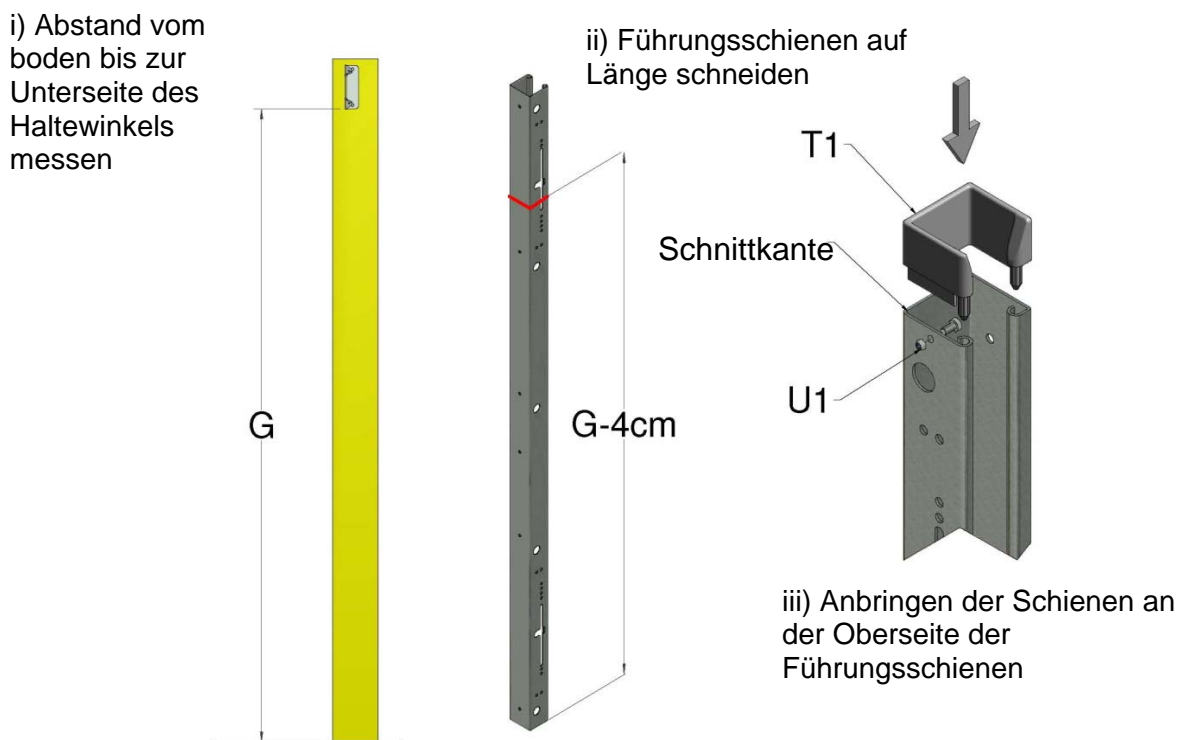

Abb. 7, Führungsschienen nach Längen schneiden
6. Schneiden Sie die beiden Führungsschienen (I1) gleichermaßen so zu, dass der Spalt zwischen der Unterseite der oberen Halterungen und dem Boden geschlossen wird. Lassen Sie dabei 4 cm Platz für die Schiene (T1). Achten Sie darauf, dass das nicht zugeschnittene Ende mit dem Schlitz und den Löchern unten liegt, damit es die Sperrklinken aufnehmen kann. Bringen Sie das Schienenpaar an der Oberseite der Führungsschienen (geschnittenes Ende) an und befestigen Sie es mit der M6x12 Schraube und Mutter (U1) an der Vorderseite (siehe Abbildung 7).